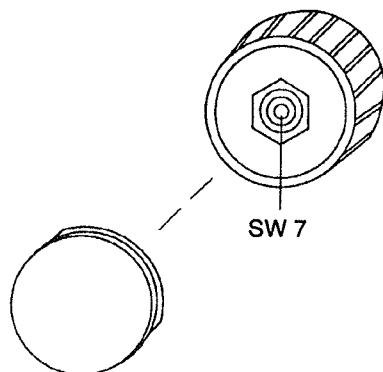

Bild 3-5 Demontage des Bedienknopfes
- Bedienknopf demontieren (siehe Bild 3-5).